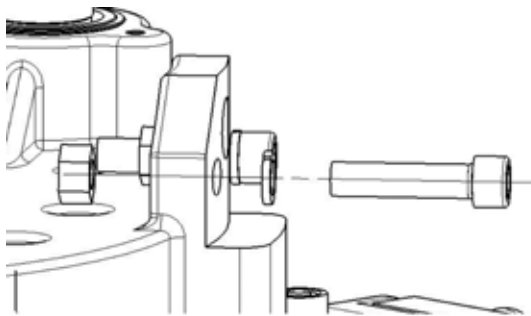
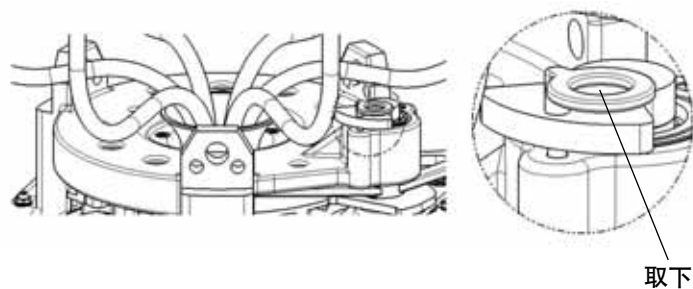

图 9 拆去 6 个 M12 内六角螺栓（用 8 号扳手）
图 10 拆下分接选择器上的定位销
1. 将分接选择器放在水平台面上，从分接选择器上拆去 6 个 M12 内六角螺栓（用 8 号扳手，图 9）和弹簧垫圈、螺母等，确认 6 根导线外包绝缘纸有无破损，将它们放置妥当，以备使用。这时拆下分接选择器上的定位销（图 10）；